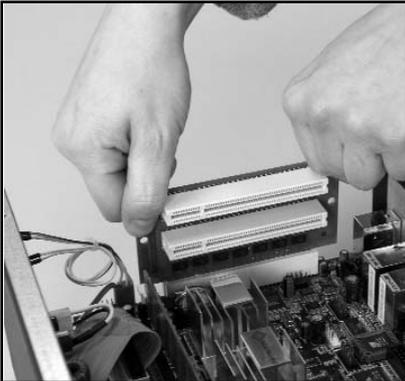
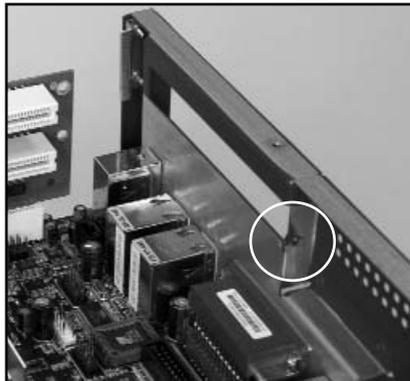

Bild 4
Bild 5
3. Stecken Sie die Raiser Karte vorsichtig mit beiden Händen in den PCI Steckplatz (Siehe Bild 4). Lösen Sie die Kreuzschraube mit einem Schraubendreher und entfernen Sie das Slotblech (Siehe Bild 5)